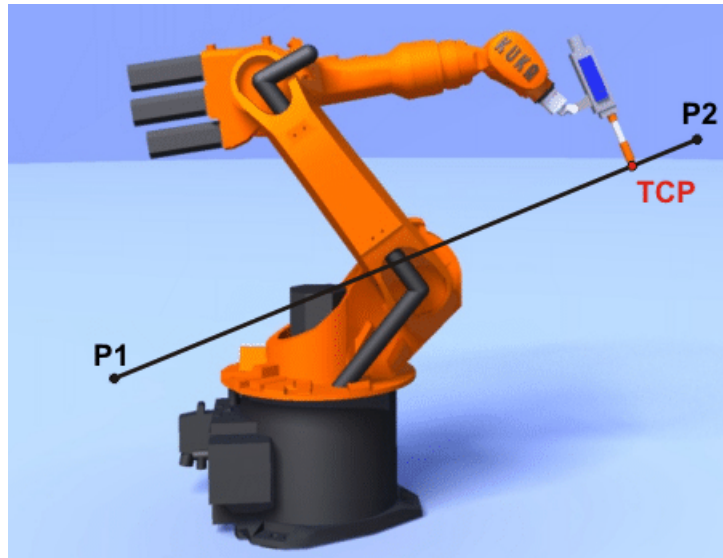

Рис. 8.8 LIN движение
2. LIN - Линейное Движение с определенной скоростью и ускорением по прямой линии (Рис.8.8). Робот использует точку, определенную на предыдущем шаге, как стартовую точку и точку, определенную в текущей команде в качестве конечной точки и проводит интерполяцию прямой линии между этими двумя точками.